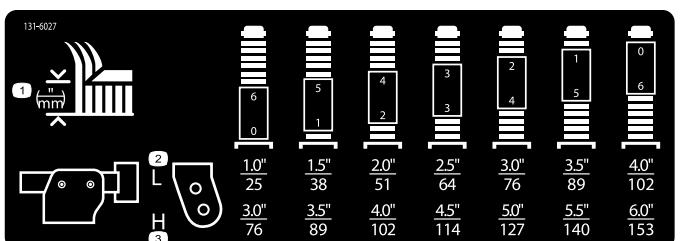

Рисунок 22
- Поместите оси поворотных колес в одинаковые отверстия во всех поворотных вилках; для определения соответствия отверстий настройкам высоты скашивания см. таблицу (Рисунок 22).